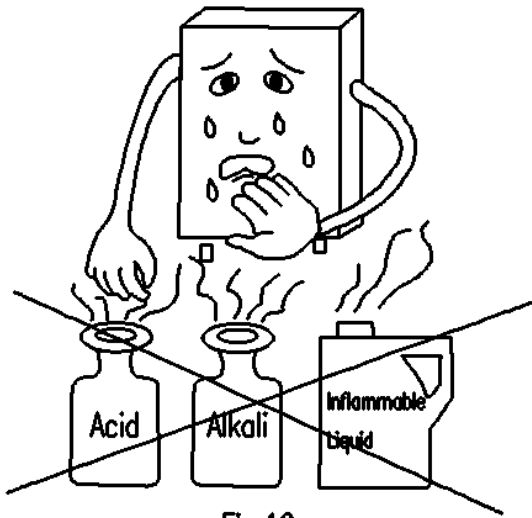
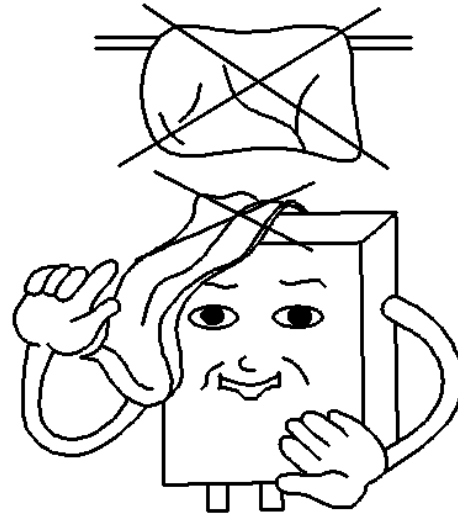

Fig.12
Fig.13
- No coloque materiales, especialmente inflamables, debajo o cerca o encima o encima del producto (Fig. 12) (Fig. 13), y no bloquee la entrada de aire.